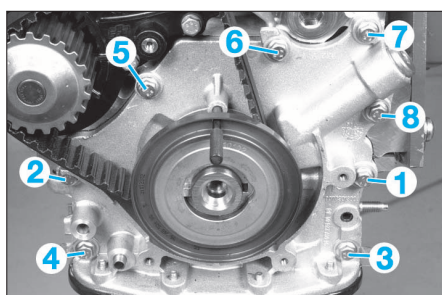

FIG. 37
- Serrer la pompe à huile dans l'ordre indiqué (Fig.37).